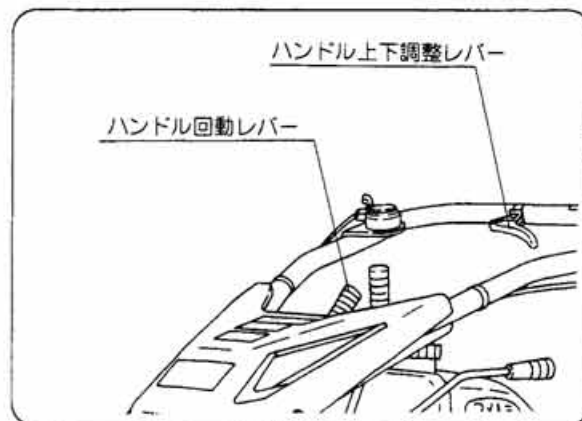

図23
- ① ハンドル左右の調整は、ハンドル回転レバーを下方方向に押して（ハンドルを少し持ち上げると楽に動く）左右方向に移動してください。（図23）